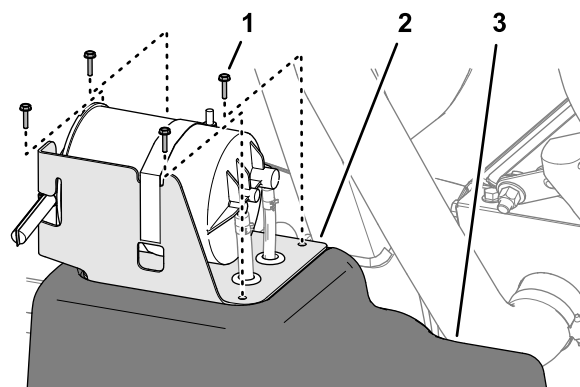

Figure 83
2. Sur le réservoir de carburant, retirez les 4 vis (n° 10 x 3/4") qui fixent le support du filtre à charbon actif au sommet du réservoir de carburant (Figure 83).